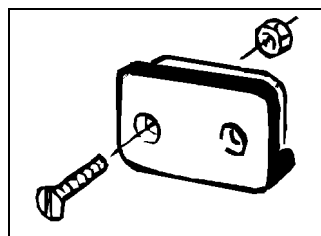

Fig. 7
1. Sätt dit räknarens hållare (Fig. 7) i traktorhytten.